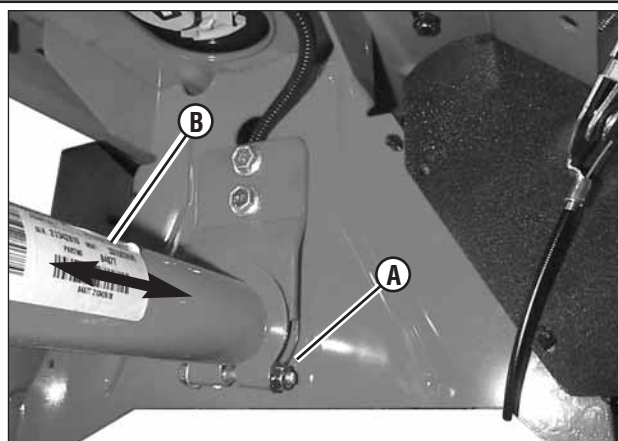

Figura 37: Ajuste da correia do cortador
- Solte a ferragem (A, Figura 37) que fixa a braçadeira que prende o conjunto da armação dianteira (B) ao protetor principal traseiro.